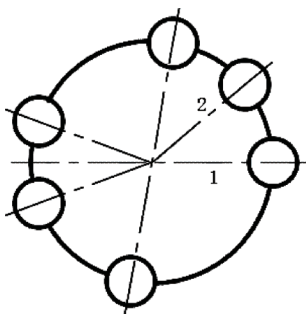

图 8-29 原始图形
- 1** 打开“连续标注即学即练.dwg”文件,已有的原始图形如图 8-29 所示。